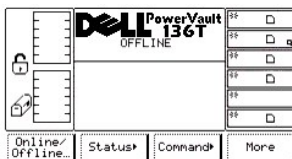

**Abbildung 3. Dialogfeld "Offline Confirmation"**
- 1 Wenn die Taste unter dem Softkey **Change** gedrückt wird, wird Abbildung 3 angezeigt.